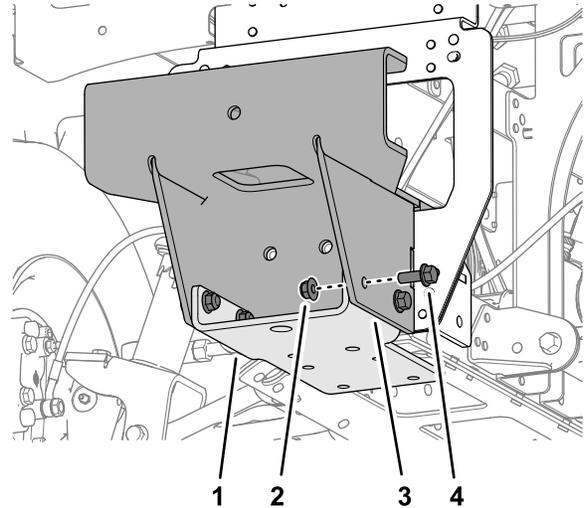

図 49
2. フランジボルト (3/8 x 1") 4本とフランジロックナット (3/8") 4個を使って、ボトムブラケットをボールピッカーマウント (図 49) に仮止めする。
5. ボールピッカーマウントからフランジボルト (3/8 x 1") 4本、フランジロックナット (3/8") 4個、およびボトムブラケットを取り外す (図 49)。